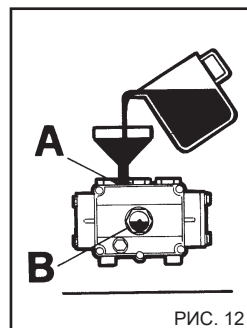

РИС. 12
- 4) Заверните пробку слива и залейте масло через верхнее отверстие, рис. 12А, до уровня, указанного на индикаторе, рис. 12 В.